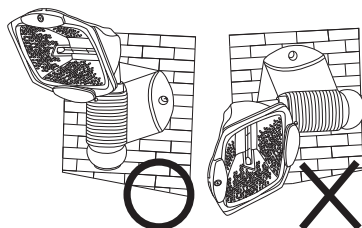

Fig. 4
4. Monte la lámpara verticalmente, no horizontalmente (Fig. 4).